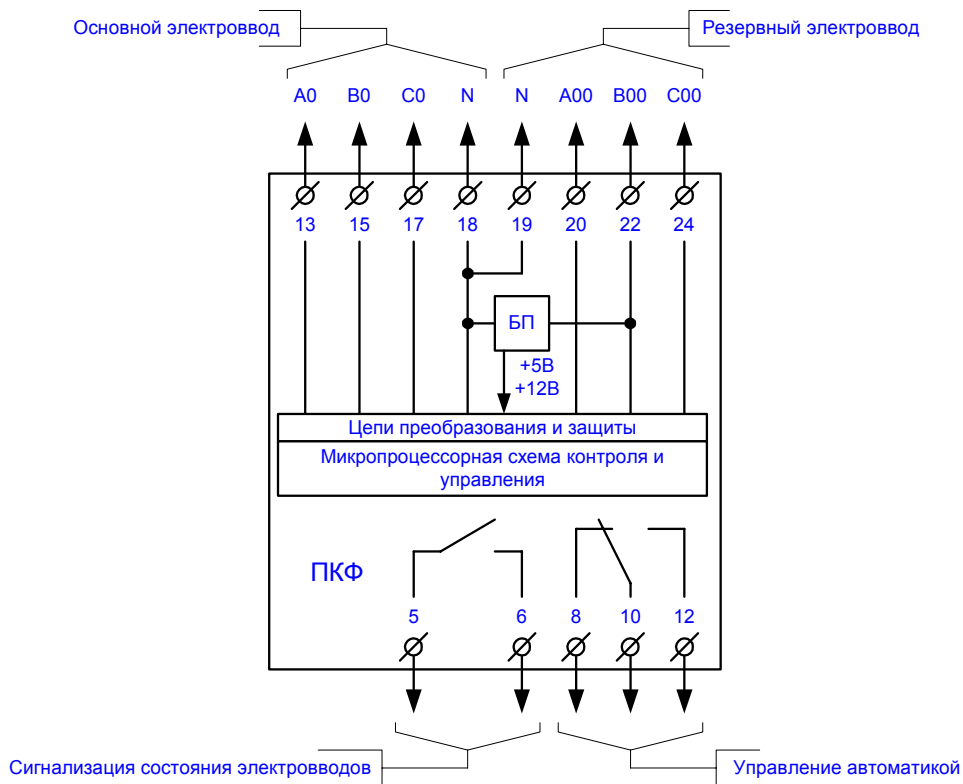

Рис. 2. Функциональная схема ПКФ.
5.2. Функциональная схема ПКФ приведена на рис. 2.